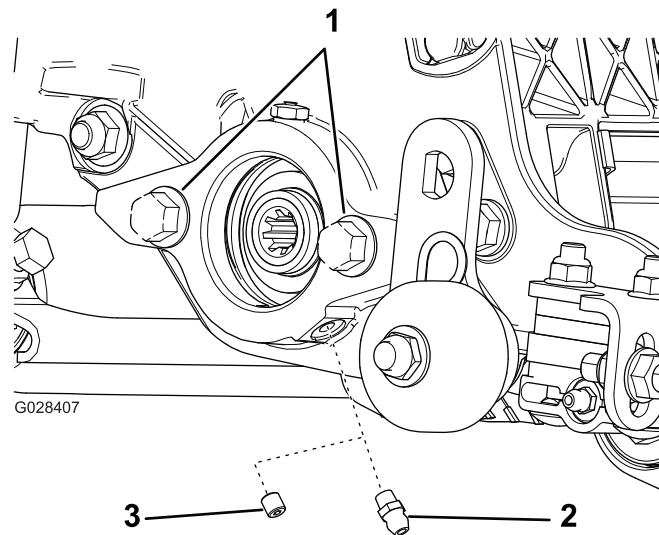

图6
1. 拆下并丢弃滚刀马达侧板上的固定螺丝 图6。
2. 安装直通黄油嘴 图6。
3. 如果滚刀马达侧板上没有螺栓请安装 图6。